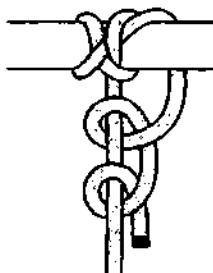

Рис. 618. Пикетный узел с двумя контрольными поглушкиами. Вяжется такой «штык» не дольше штыка с обносом, а по крепости превосходит его во много раз.
**Пикетный узел** находит широкое применение, но вяжут его в основном как временный узел. С помощью него можно привязать верёвку к санкам, прикрепить бельевую верёвку, привязать лошадь или собаку. С помощью **пикетного узла** можно привязать тонкую верёвку к толстой. **Пикетный узел** крепко обжимает опору и по ней не перемещается (рис. 618).